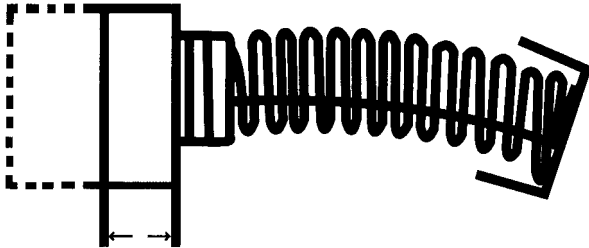

Figure 10 – Usure des balais du moteur
1. Les balais du moteur doivent être remplacés dès que leur épaisseur tombe à 6 mm ($\frac{1}{4}$ po) sinon, ils produiront des étincelles. Les deux balais doivent être remplacés simultanément (Figure 10).